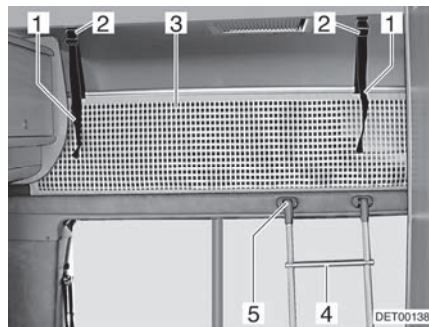

Fig. 71 Lit de capucine
Toujours monter sur le lit de capucine avec l'échelle de montée (Fig. 71,4) de série.
- Accrocher l'échelle par les longerons sur le bandeau du lit de capucine (Fig. 71,5) installé au bord du lit.
Le filet de sécurité (Fig. 71,3) de série est rangé entre le matelas et le sommier à lattes. Ne tendre le filet de sécurité qu'une fois que les personnes se trouvent dans la capucine.
- Faire s'enclencher les sangles de retenue (Fig. 71,1) dans les fixations (Fig. 71,2) au plafond.